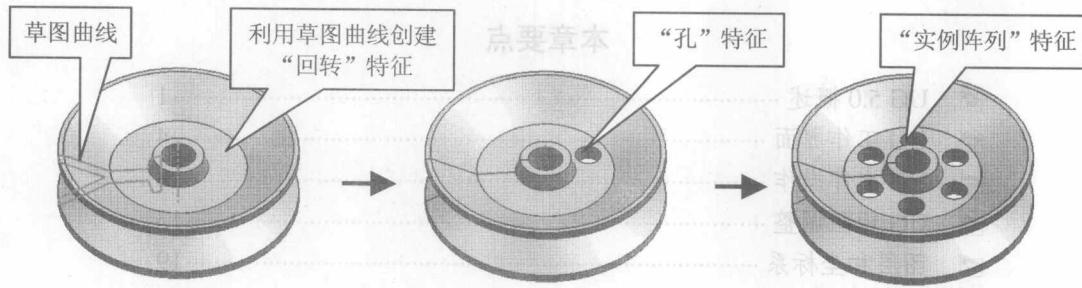

图 1-2 利用特征创建零件模型
- **基于特征的建模方法:** 用户可以通过按顺序定义若干特征来创建零件模型,形象直观并能用参数驱动。例如,在图 1-2 中,便是依次创建“回转”、“孔”、“实例阵列”特征,最终生成零件模型。